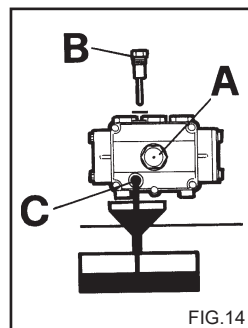

FIG. 14
2) Dévisser le bouchon de la tige de contrôle de niveau (fig. 14).